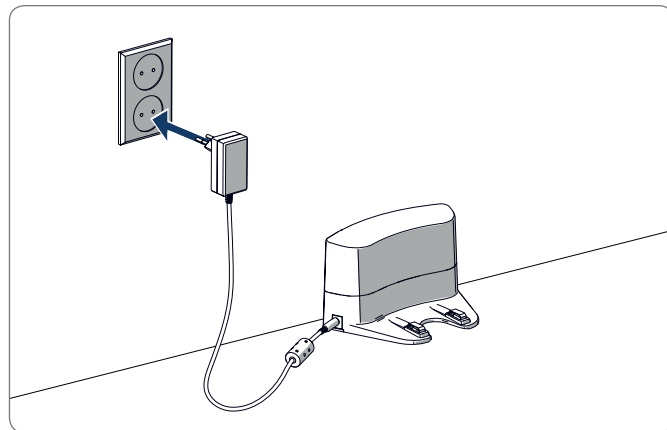
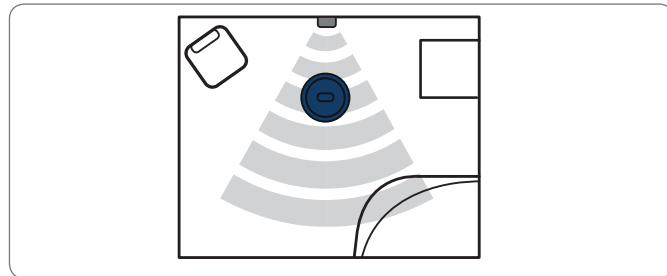

Figure 7 - Connexion de la station de charge au secteur
Figure 8 - Exemple de placement de la station de charge
4. Connectez la station de charge au secteur, voir Figure 7. La station de charge affiche un voyant d'alimentation bleu fixe. Figure 8 représente un exemple de plan d'étage potentiel.